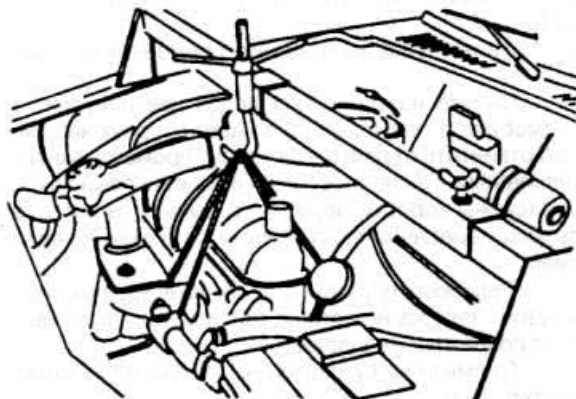

Рис. 3.5
- ◆ Закрепите зацеп подъемника и слегка приподнимите двигатель (рис. 3.5).